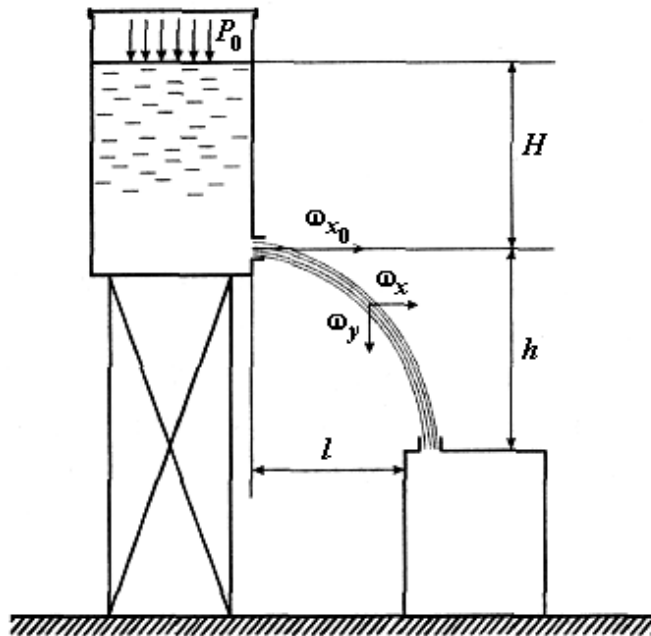

Рис.15
29. Определить дальность боя струи (расстояние l на рис. 15), если истечение жидкости происходит через круглое отверстие в тонкой стенке бака под напором столба воды высотой $H = 2$ м, а кромка бака, куда сливается вода, находится ниже оси отверстия ещё на 2 м ($h = 2$ м). Давление над свободной поверхностью бака атмосферное ($p_a = 105$ Па).